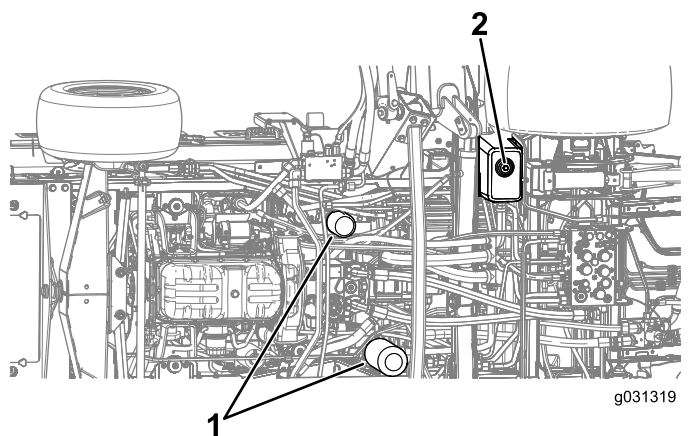

Рисунок 132
4. Снимите пробку сливного отверстия с нижней части бака и дайте гидравлической жидкости стечь в сливной поддон (Рисунок 132).
3. Поместите сливной поддон под фильтр, а затем снимите фильтр (Рисунок 132).